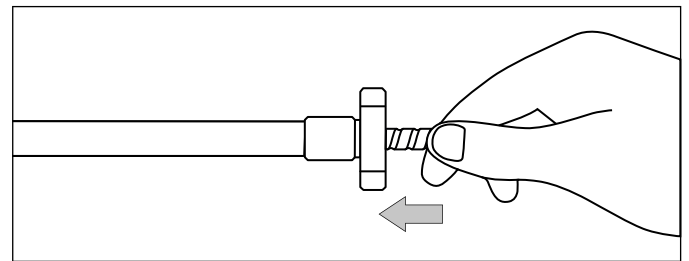

Abb. 21: Flexiblen Messstab beim Einschieben nah am Flansch fassen
2. Fassen Sie den flexiblen Messstab beim Einschieben nah am Flansch und führen Sie ihn langsam in das Stützrohr ein (Abb. 21). So kann Luft aus dem Stützrohr entweichen.
1. Fassen Sie den flexiblen Messstab beim Einschieben nah am Flansch und führen Sie ihn langsam in das Stützrohr ein (Abb. 21). So kann Luft aus dem Stützrohr entweichen.
- Fassen Sie den flexiblen Messstab beim Einschieben nah am Flansch und führen Sie ihn langsam in das Stützrohr ein (Abb. 21). So kann Luft aus dem Stützrohr entweichen.